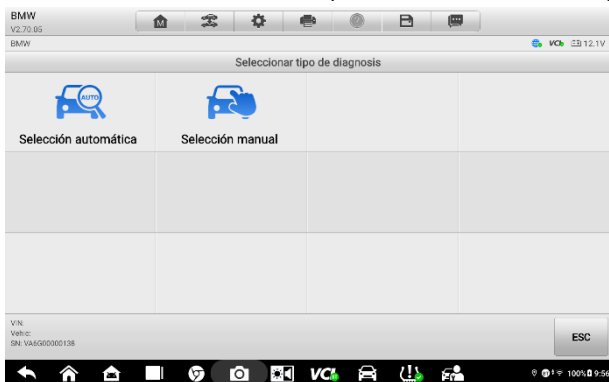

Figura 5-8 Pantalla de selección en TPMS
3. Pulse **Selección manual** en la pantalla de selección del tipo de diagnóstico (Figura 5-8).